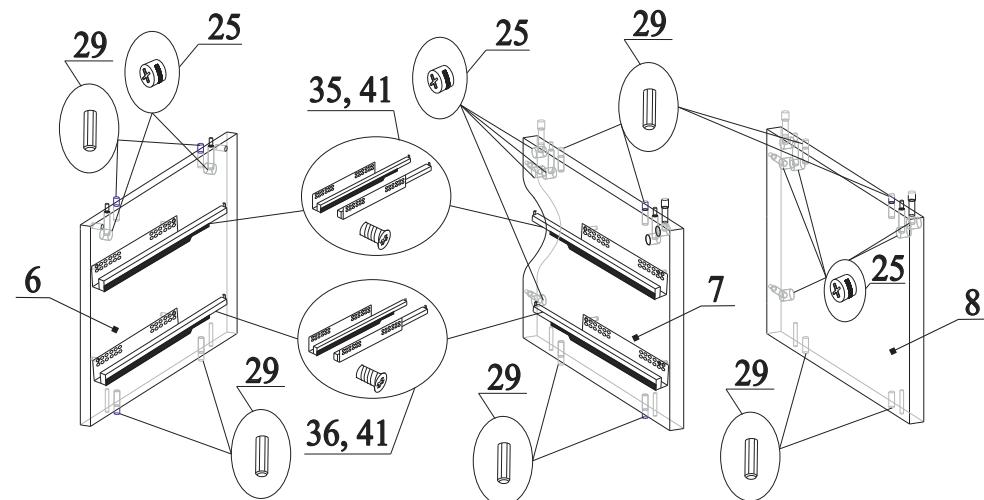

Рис.7
17. В отверстия на деталях 6, 7 и 8 вставить эксцентрики 25 стрелками к торцевым отверстиям (рис.7);
18. В торцы деталей 6, 7 и 8 вставить шканты 29 (рис.7);
19. К деталям 6 и 7 привернуть направляющие из комплекта 35 и 36 евровинтами 41 (рис.7);